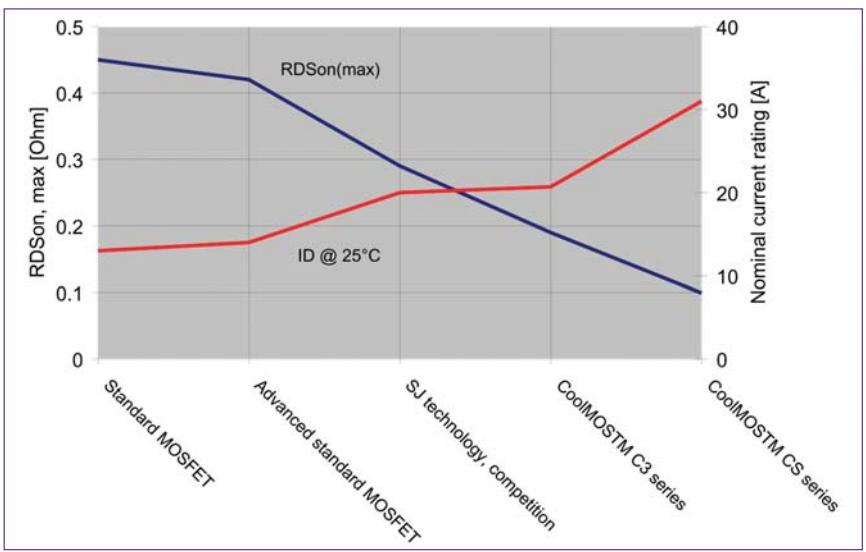

图 1. RDson 的技术进步和 600V 额定 MOSFET 的连续漏极电流处理能力。
今年推出的新型 600V CoolMOS 系列的目标是诸如服务器或电信电源的大功率应用[1]。新系列的主要特性在于, 与现有的技术相比, 在一个给定的封装中的源极与漏极导通电阻 (RDS, on) 显著降低, 而且整个栅电荷可减少 40%, 从而极大地减少所需的驱动功耗, 存储在输出电容里的能量也可以很低。开关损耗可以维持极低的水平, 这是超级结点 (SJ) 器件[2]的特征。TO220/TO247 封装的 99mΩ, 以及 TO247 封装的 45mΩ 的 RDS, on 是第一种产品, 可与现有采用 TO220 和 TO247 封装的 190mΩ 和 70mΩ CoolMOS 技术相媲美。由于 MOS 单元密度的增加和 SJ 结构[3]间距的减小, 降低 RDS, on 是可能的。随着 RDS, on 的降低, 电流处理能力会相应增加。连续漏极电流额定值和 RDS, on 之间的关系, 以及 TO220 封装的标准 MOSFET 和 SJ 技术之间的对比如图 1 所示。采用 600V TO220 封装的每种技术的最低 RDS, on 都进行了比较。SJ 技术已经达到了意想不到的开关速度。对于标准 MOSFET 的 20-50ns 范围的上升时间 / 下降时间来说, 目前 5ns 以下的性能足以将接通和断开的功率损耗下降近一个数量级。